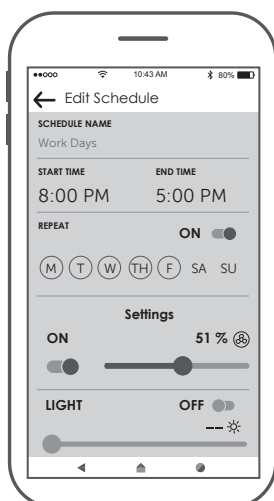

Figura 4
- ☐ 4. Extraiga los seis tornillos del motor y guárde los para volver a colocarlos en los pasos 5 y 6. (Figura 4)
- ☐ 4. Para que el ventilador sea funcional, instale las pila (incluidas) de 3V en el transmisor del mando a distancia. Mientras el ventilador esté apagado. A continuación, siga el proceso de fijación remota de código. Si no se utiliza el ventilador durante un largo periodo de tiempo, extraiga la batería para evitar cualquier daño al transmisor. Almacene el mando a distancia en un lugar alejado del calor o la humedad excesiva. (Figura 4)
4. Seleccione su router WiFi e introduzca la contraseña WiFi para conectarse a su receptor WiFi fanSync. Tardará 1 - 2 minutos en conectarse. Una vez que su receptor WiFi se haya conectado, ahora puede nombrar su ventilador de techo en la App y personalizar sus ajustes. (Figura 4)